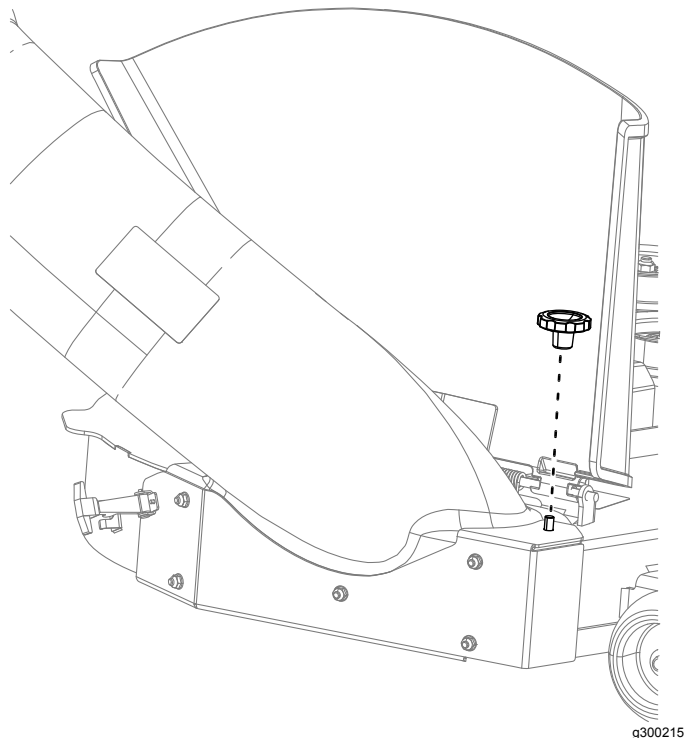

Bild 19
2. Installieren Sie das neue Versatzablenkblech des Heckfangsystems am Mähwerk an der gleichen Stelle im Mähwerk wie das zuvor entfernte Ablenkblech (Bild 19).
5. Montieren Sie das vordere Ablenkblech an der Vorderseite des Mähwerks mit einer Mutter (5/16") und einer Schlossschraube, wie in Bild 19 dargestellt.
6. Befestigen Sie die Rutsche mit dem Handknauf (**Bild 19**) am Mähwerk.
7. Ziehen Sie mit der Hand fest, um den Auswurfkanal am Mähwerk zu befestigen (**Bild 19**).